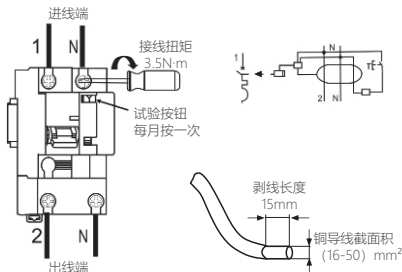

图5 接线示意图
5.4 适用于铜导线连接，导线选择见表1，接线方式及剥线长度如下图5